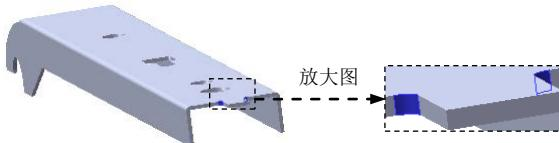

图 12.6.14 断开一边角 1
Step8. 创建图 12.6.14 所示的钣金特征——断开一边角 1。
(1) 选择命令。选择下拉菜单 **插入(I)** → **钣金(W)** → **断裂边角(E)...** 命令(或单击“钣金”工具栏中的  按钮)。